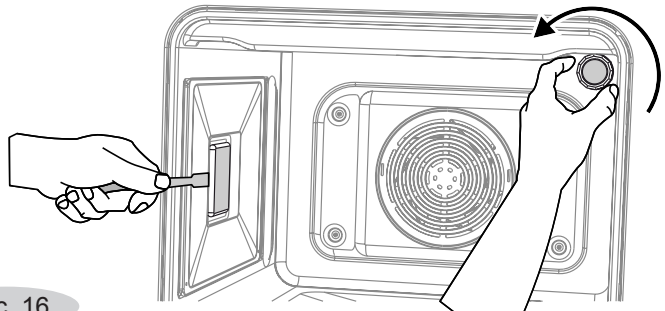

Рис. 16
- Открутите стеклянный плафон или снимите плафон бокового освещения предварительно сняв проволочную направляющую (рис.16).